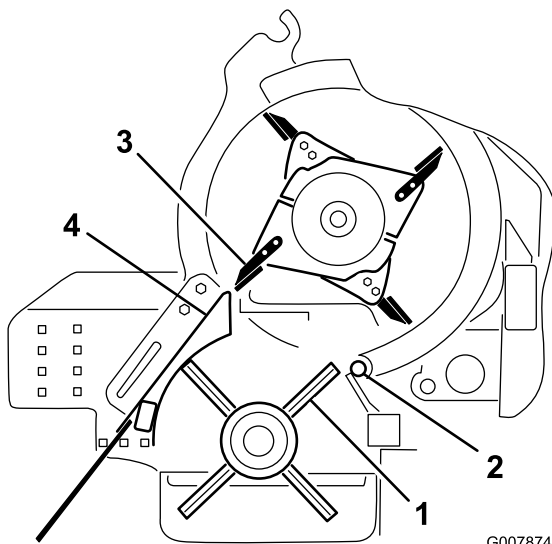

Figure 60
4. Tournez la poulie de la brosse jusqu'à ce qu'une rangée soit alignée sur le coin rotatif (Figure 60).
5. Tournez le hacheur jusqu'à ce que la pointe de la lame soit alignée sur l'extérieur du carter de brosse (Figure 60).